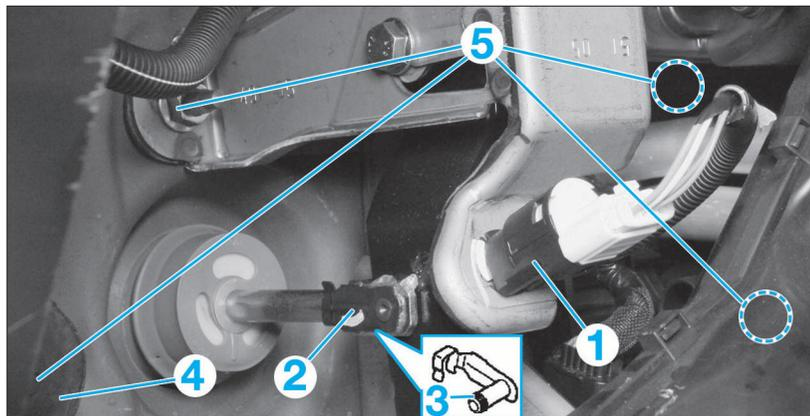

FIG. 24
- le contacteur de feux de stop (1), en le tournant d'un quart de tour dans le sens antihoraire (Fig.24).
- l'axe de liaison double sécurité (2) entre la tige de poussée de l'amplificateur de freinage et la pédale de frein : après avoir basculé l'axe de liaison, agir sur la bague (3) à l'aide d'un tournevis plat.
- l'obturateur (4) sur le tablier.
- les écrous (5) de fixation du servofrein.